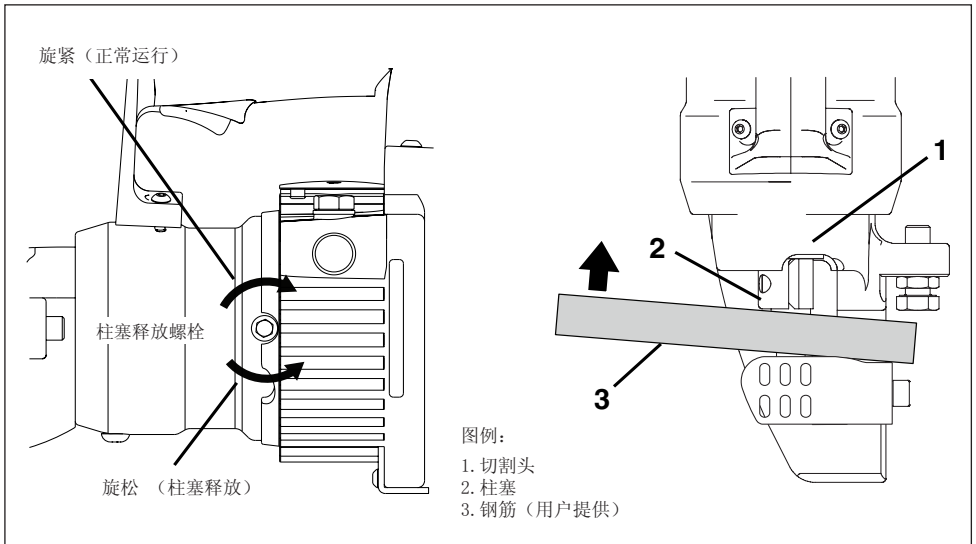

图 11，柱塞手动缩回程序
参见以下步骤。参见图 11。
4. 使用坚硬的钢筋，手动将切断机的柱塞推回，直至其缩回原位。请参见图 11，第 3 项。这一操作将会清理掉正常运行过程中阻碍柱塞缩回原位的污垢或其它杂物。
8. 清洁柱塞的外露部分。清除该部分上的所有碎片、碎屑和污垢。请参见图 11，第 1 项。